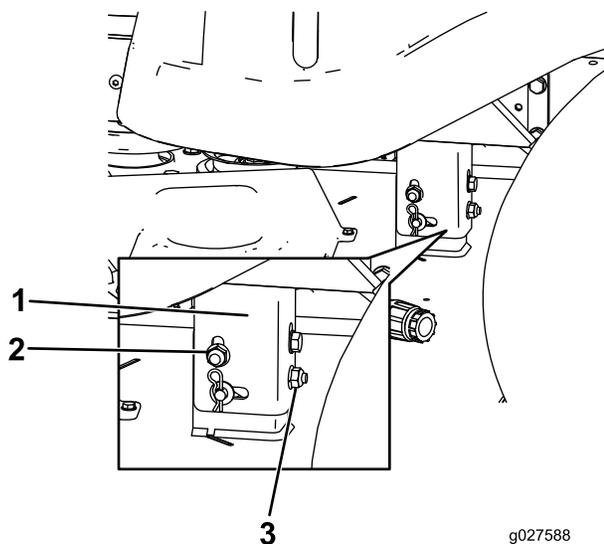

Figura 66
Nota: Ruotate il dado di bloccaggio posteriore in senso orario per alzare il piatto di taglio, in senso antiorario per abbassarlo (Figura 66).
8. Alzate o abbassate il lato sinistro del piatto di taglio ruotando il dado di bloccaggio posteriore (Figura 66).